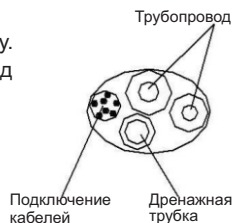

Рис. 6
1. Подсоединение правой задней трубы (аналогично правой нижней трубе). (Опционально, см. Рис. 6.)